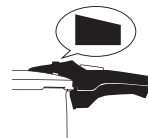

fig. 13
2. Når trykindikatoren er i udgangsposition, og stiften ikke længere er synlig, er alt trykket sluppet ud af trykkogeren, og du kan åbne den (fig. 13).